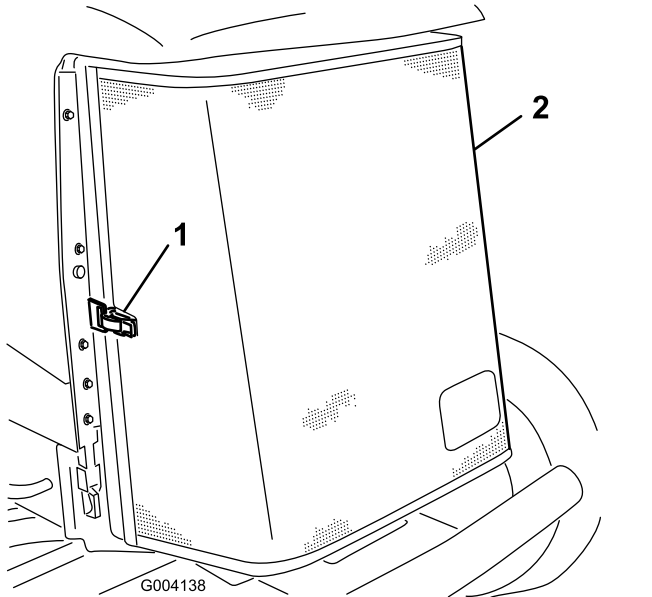

図 109
5. 後スクリーンのラッチを外してスクリーンを開く **図 109**。